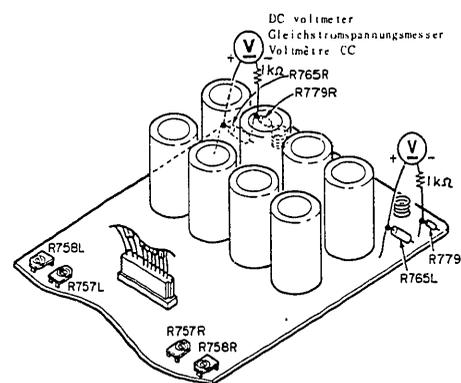

Fig. 7 Abb. 7
Connect the \ominus side of a voltmeter to the test point shown in Fig. 7 via a 1 kohm resistance. With R757L, R and R758L, R at their leftmost positions, switch on the power and when at least 8 minutes have elapsed and R757L, R and R758L, R have been shifted separately to the semi-fixed center position, rotate semi-fixed resistor (1) at the side where the voltmeter pointer deflects in a clockwise direction (with the other semi-fixed resistor (2) at its leftmost position), and adjust the deflection of the DC voltmeter to 30 mV. Now rotate the other semi-fixed resistor (2) in the clockwise direction and adjust the voltmeter to 32 mV. Rotate the semi-fixed resistor (1), which was rotated first, in the clockwise direction and adjust to 33 mV. The method of adjustment is the same for the left and right channels.
Die Minusseite \ominus eines Spannungsmessers über einen Widerstand von 1 kOhm mit dem in Abb. 7 gezeigten Testkontakt verbinden. R757L, R und R758L, R ganz nach links drehen, das Gerät einschalten und nach einem Minimum von acht Minuten und nachdem R757R, L und R758L, R einzeln in ihre Mittenstellung gebracht wurden, den einstellbaren Widerstand (1) in die Richtung drehen, in der Zeiger des Spannungsmessers nach links ausschlägt. Mit dem anderen einstellbaren Widerstand (2) in seiner ganz linken Stellung den Widerstand (1) so einstellen, daß die Nadel des Gleichstrom-Spannungsmeters auf 30 mV zeigt. Nun den einstellbaren Widerstand (2) nach rechts drehen, bis das Spannungsmeter 32 mV anzeigt. Anschließend den Widerstand (1) nochmals nach rechts drehen, bis die Nadel des Voltmeters auf 33 mV steht. Die Einstellmethoden sind für den rechten und den linken Kanal gleich.
Raccorder le côté \ominus d'un voltmètre au point d'essai indiqué sur la Fig. 7 via une résistance de 1 kohm. Avec R757L, R et R758L, R à leur position extrême gauche, allumer l'alimentation électrique; après au moins 8 minutes, quand R757L, R et R758L, R se sont déplacés séparément vers la position centrale semi-fixe, faire tourner la résistance semi-fixe (1) vers